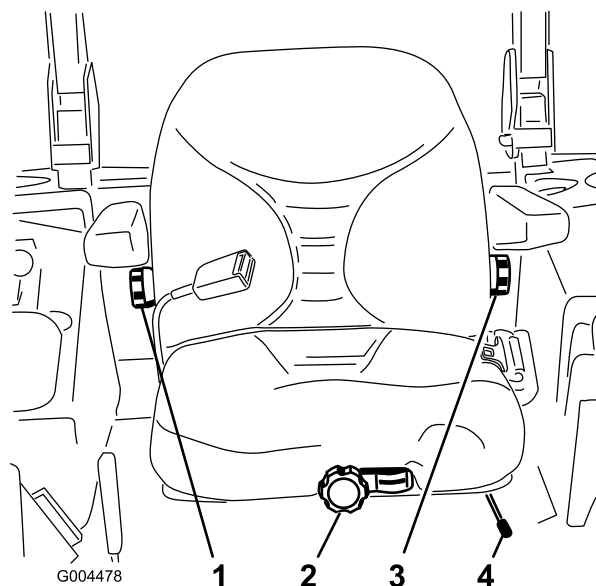

Figura 23
- Mueva la palanca lateralmente para desbloquear el asiento (Figura 23).
Para ajustarlo, gire el pomo situado debajo del reposabrazos derecho en cualquier sentido hasta encontrar la posición más cómoda (Figura 23).
Para ajustarlo, gire el pomo situado debajo del reposabrazos izquierdo en cualquier sentido hasta encontrar la posición más cómoda (Figura 23).